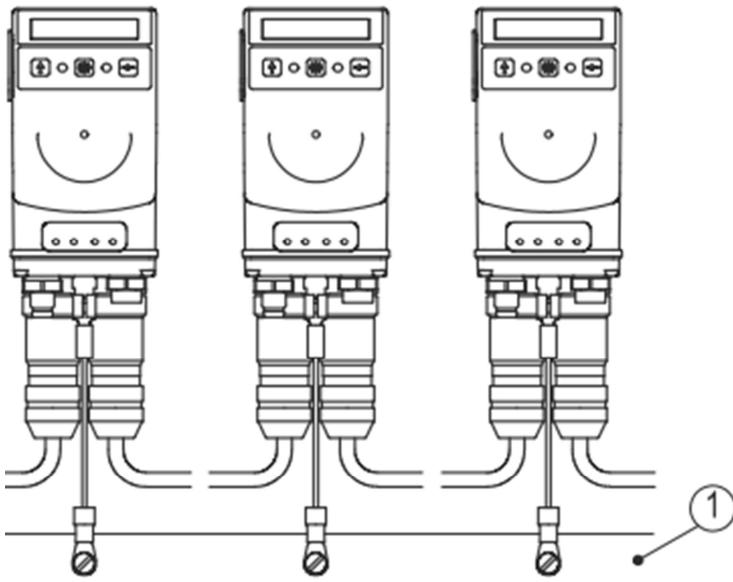

図 3 : アースバー
複数の機器をご使用いただく場合、アースバー①への接続を推奨します。（図 3 参照）